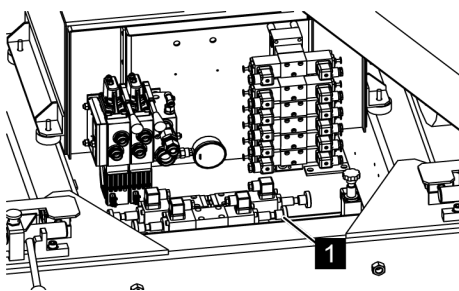

Fig. 134: Vanne à deux voies
4. ➤ Pour la commande des appuis, verrouiller la vanne à deux voies (Voir la Fig. 134/1).